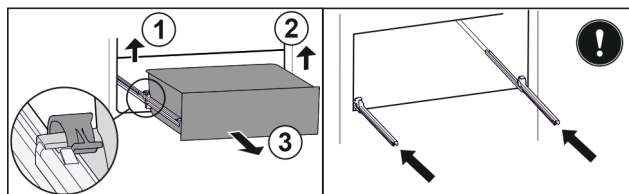

Fig. 129
- ▶ Podignite lijevu stezaljku i istovremeno izvucite ladicu lijevo prema naprijed. Fig. 129 (1)
- ▶ Podignite desnu stezaljku i istovremeno izvucite ladicu desno prema naprijed. Fig. 129 (2)
- ▶ Izvadite ladicu prema naprijed. Fig. 129 (3)